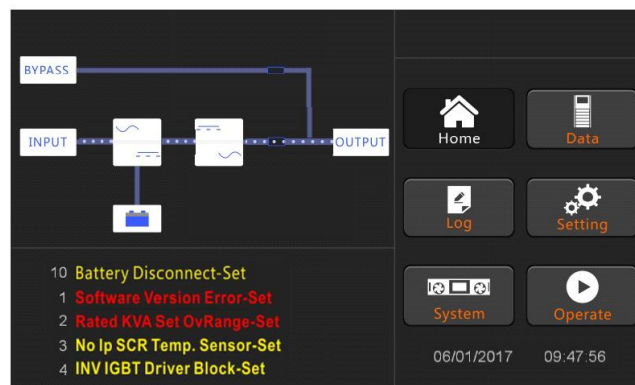

Рисунок 51. Интерфейс в режиме инвертора
7. Примерно через 30 секунд, когда инвертор работает нормально, ИБП переключается с байпаса на инвертор, индикаторная лампа байпаса выключена, и индикатор нагрузки мигает (Рисунок 51).